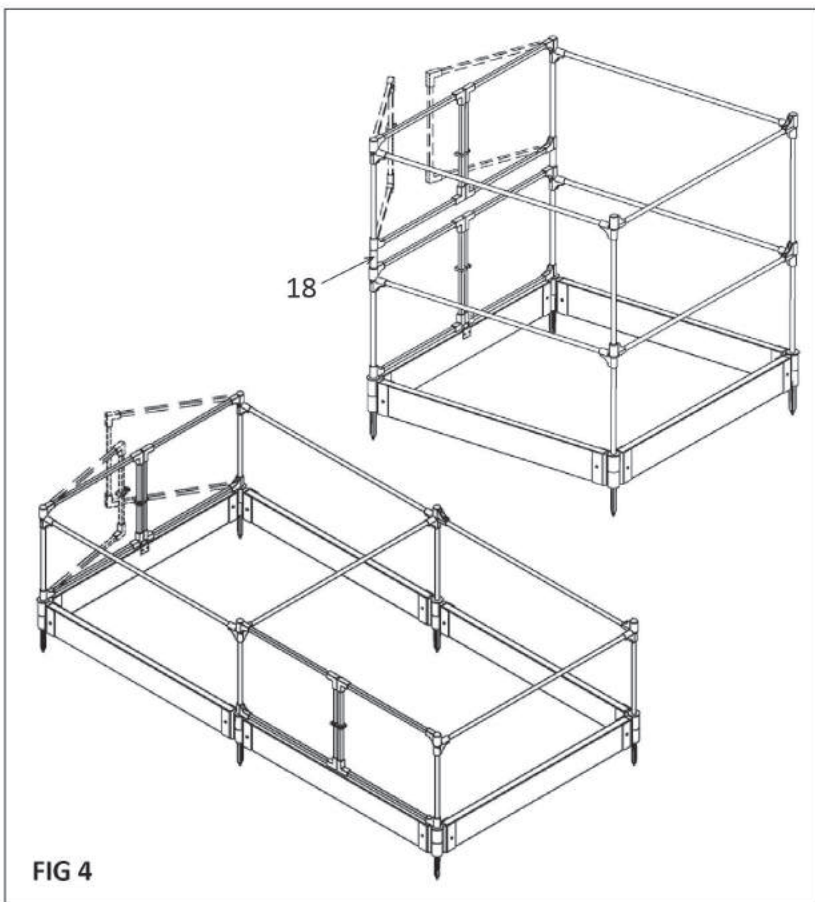

FIG 4
Étape 6 – Il est possible de hausser ou d'agrandir l'enclos en ajoutant des éléments supplémentaires. Le schéma montre comment en doubler la hauteur ou la taille. Les manchons ronds (18) servent uniquement à installer un deuxième niveau. (Fig. 4)